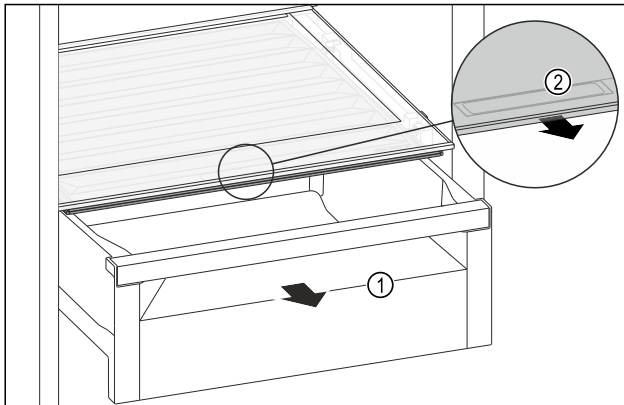

Fig. 140
- ▶ 拉出抽屉 Fig. 140 (1)。
- ▶ 抓住抽屉盖上的内嵌式拉手 Fig. 140 (2)，并同时向前拉出抽屉盖。